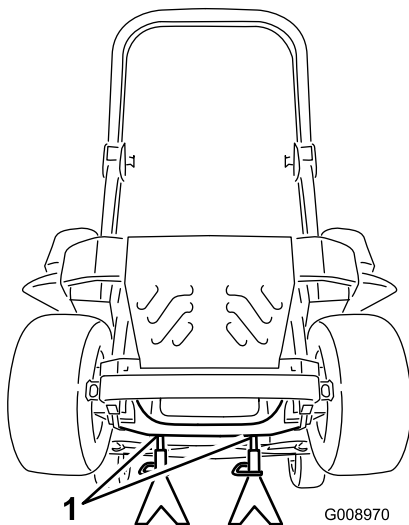

Bild 93
3. Heben Sie die Maschine an und stützen Sie sie mit Achsständern ab (Bild 93).
9. Entfernen Sie die Achsständer und senken Sie die Maschine ab (Bild 93).